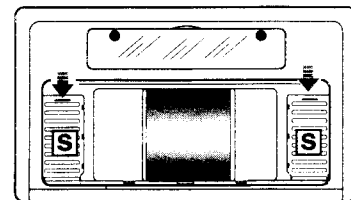

Рис. 11
- Снимите жировые фильтры, нажав на них для этого назад. За жировыми фильтрами имеются отверстия, которые являются открытыми при поставке вытяжного вентилятора и которые следует закрыть перед установкой угольного фильтра (рис. 11).